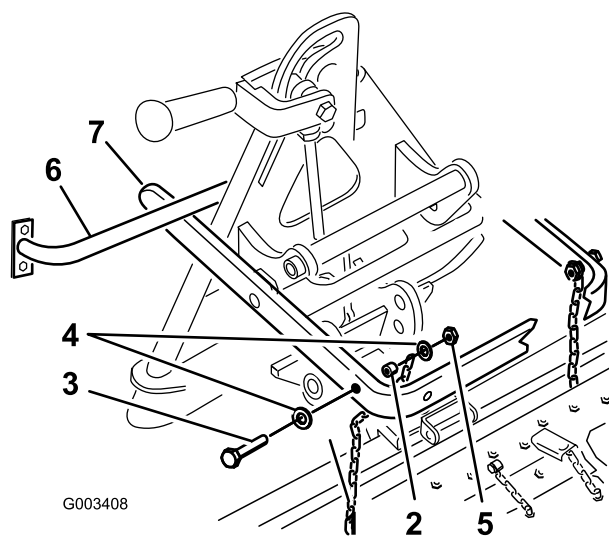

Figura 6
conjunto del bastidor trasero de la unidad de tracción (Figura 6).
5. Sujete el eslabón superior de cada cadena al interior del brazo de elevación usando un perno (3/8 x 2-1/2 pulgadas), 2 arandelas (3/8 x 7/8 pulgada), un espaciador, y una contratuerca (3/8 pulgada) (Figura 6).